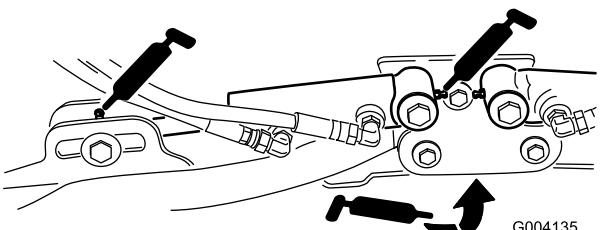

図 51
- 昇降アームのシリンダ（各アームに2ヶ所）（図 51）
- 昇降アームのピボット（各アームに1ヶ所）（図 51）